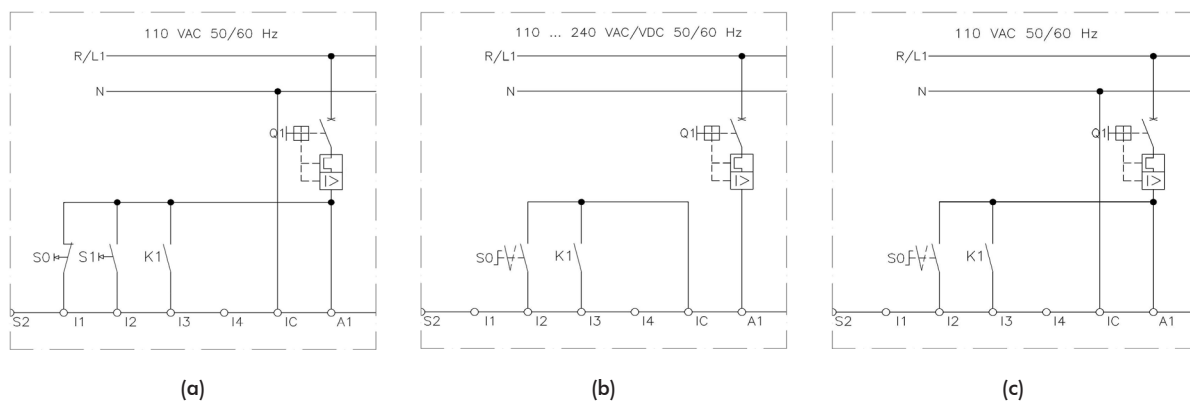

Figura 5.7 (a) - Detalhe da modificação para acionamento utilizando entradas digitais em 110 Vca e acionamento por botoeiras (P230 = 1)
Para a unidade de controle (UC) com entradas digitais em 110 Vca é destacada a modificação do esquema na Figura 5.7 (a).
Para acionamento através das entradas digitais (P229 ou P232 = 0) em 24 Vcc, e em 110 Vca, utilizando lógica de controle a dois fios (chave) (P230 = 0) são destacadas as modificações do esquema na Figura 5.7 (b) e (c).